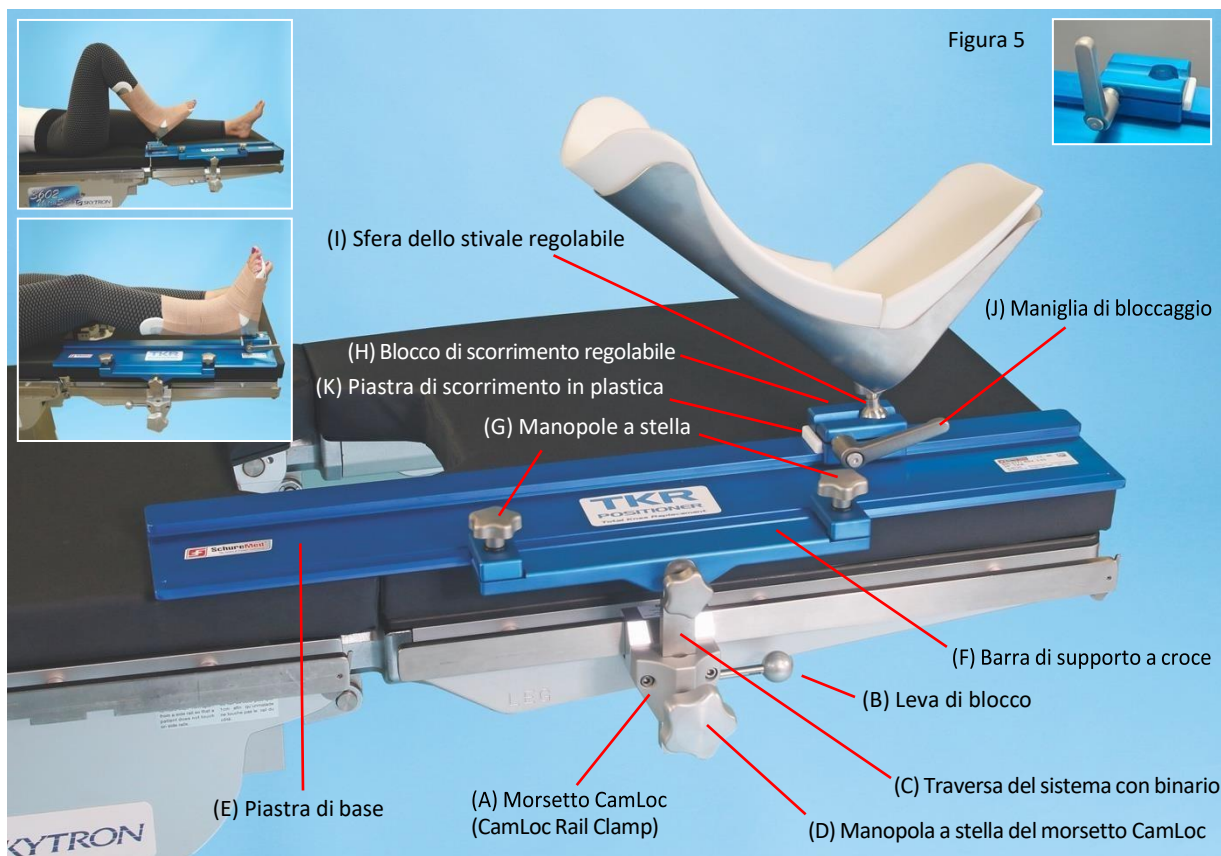

Figura 5
2. Montare il morsetto CamLoc (A) alla guida. Quindi girare la Leva di blocco (B) verso destra o sinistra per fissarlo. **(NON MONTARE IL MORSETTO SUGLI INTAGLI PRESENTI NELLA GUIDA LATERALE).**
3. Infilare la Traversa del sistema con binario (C) nel morsetto CamLoc (A). Fissare saldamente la Traversa del sistema con binario (C) girando la Manopola a stella del morsetto CamLoc (D) in senso orario.
4. Infilare la Piastra di base (E) nella Barra di supporto a croce (F) accertandosi che sia a filo. Serrare le due Manopole a stella (G) girandole in senso orario.
5. Inserire la Piastra di scorrimento in plastica (K) nell'apertura posta sotto il Blocco di scorrimento regolabile (H), con il lato intagliato rivolto verso l'alto. Assicurarsi di ruotare la Maniglia di bloccaggio (J) fino a quando non si blocca (senza serrarla) prima di procedere all'inserimento sulla Piastra di base (E). La Maniglia di bloccaggio (J) deve essere in posizione ore 12 (vedere Figura 5). Premere il pulsante e tirare la Maniglia di bloccaggio (J) per regolarla come necessario. Infilare il blocco sul sistema con binario sorreggendo la Piastra di scorrimento in plastica (K) vicina al Blocco di scorrimento regolabile (H). **AVVERTENZA! Regolare soltanto la leva della Maniglia di bloccaggio (J) del Blocco di scorrimento regolabile quando si trova sul binario.**
6. Posizionare la Sfera dello stivale regolabile (I) nel Blocco di scorrimento regolabile (H) del sistema con binario.
8. Preparare il paziente e posizionarlo, girare la Maniglia di bloccaggio (J) del Blocco di scorrimento regolabile verso destra per bloccare il sistema nella posizione desiderata.